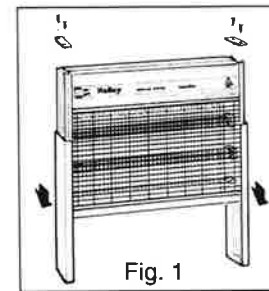

Fig. 2
2. Fjern de sorte beskyttelsesristene (Fig. 2). Skift deretter ut pærene.